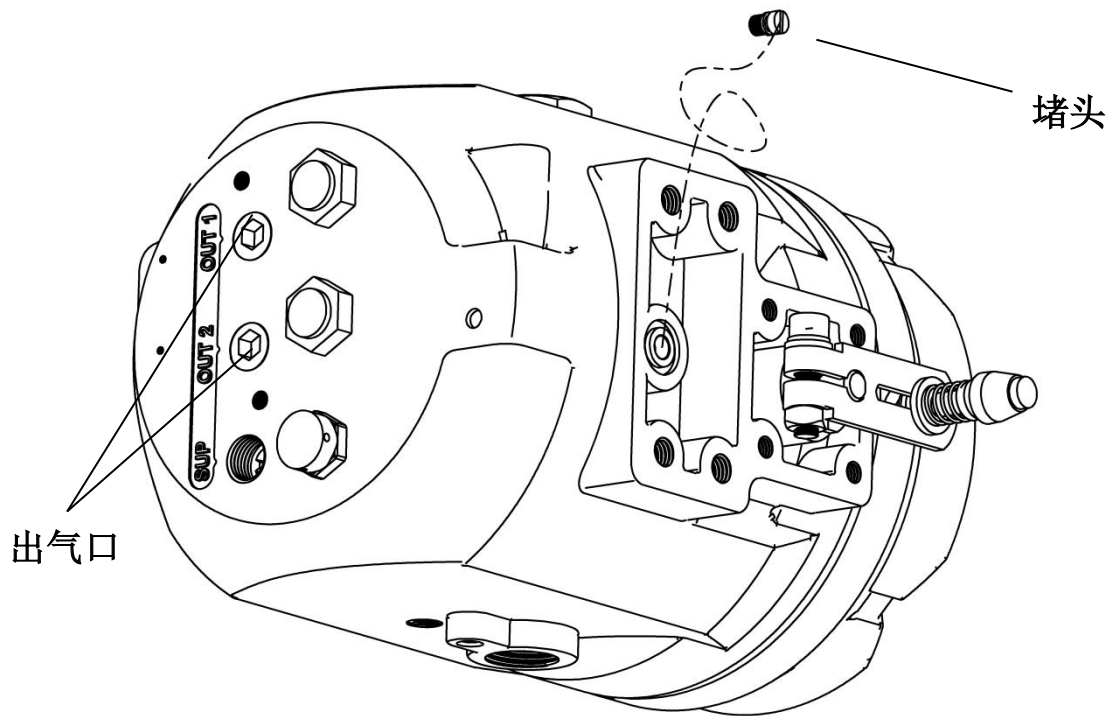

图 21. 堵头和出气口示意图
- 用一字螺丝刀拆除壳体背面的无管路连接口的堵头，用 1/4" 堵头堵住出气口 OUT1 和 OUT2。如图 21 所示。